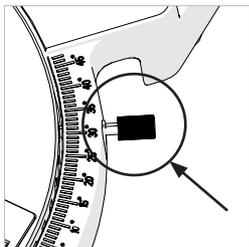

Fig. 12
- Die Feststellschraube für den Gehrungswinkel lösen. (**Abb. 12**) Diese befindet sich vorne auf der rechten Säge Tischseite in der Nähe der 30° Markierung.